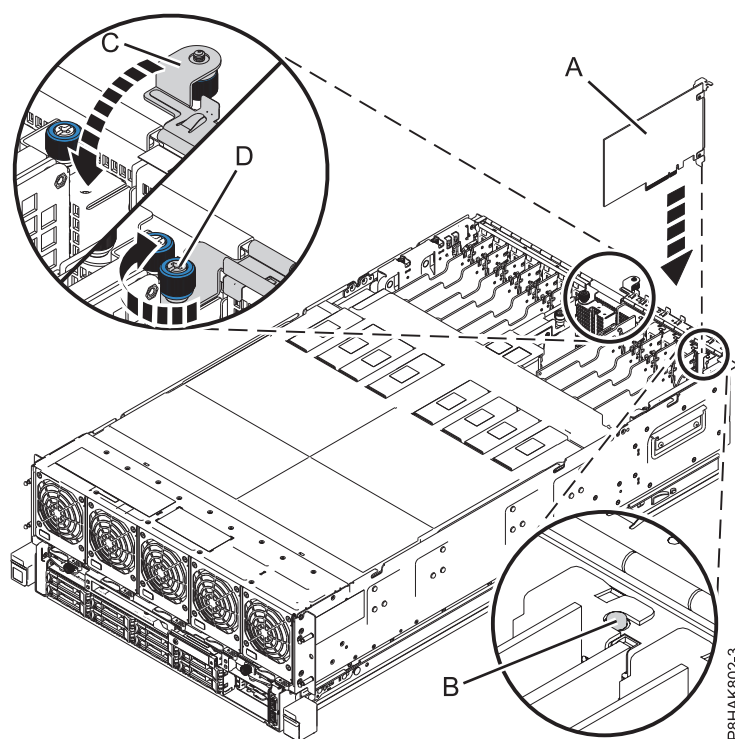

Figura 23. Instalar ou substituir um adaptador PCIe no sistema 8408-44E ou 8408-E8E
7. Agarre cuidadosamente o adaptador pela respectiva aresta superior ou contraponto e alinhe o adaptador com a ranhura e o respectivo conector no painel posterior do sistema (**A**), conforme demonstrado em Figura 23.
9. Certifique-se de que o entalhe do contraponto fixe no pino do chassis do sistema. Consulte (**B**) na Figura 23.
10. Feche a calha de retenção de E/S (**C**) rondando-a para baixo e, em seguida, apertando o parafuso de aperto manual (**D**) até este estar fixo ao chassis do sistema. Consulte a Figura 23.